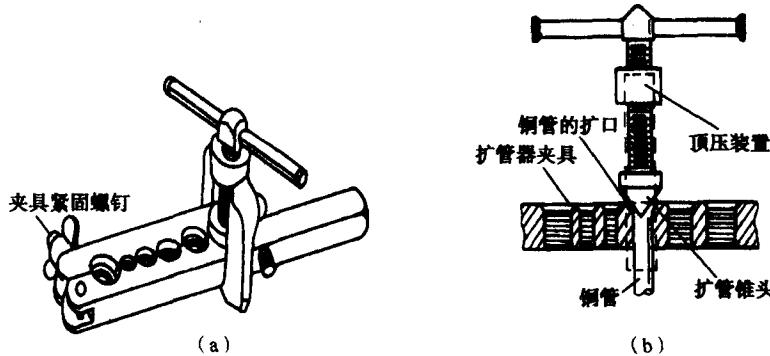

图 1.5 喇叭口扩管器
(1) 扩喇叭口。扩喇叭口采用扩管器进行加工。喇叭口扩管器如图 1.5 所示，其中图 1.5 (a) 是扩管器的结构图，图 1.5 (b) 是扩喇叭形口示意图。